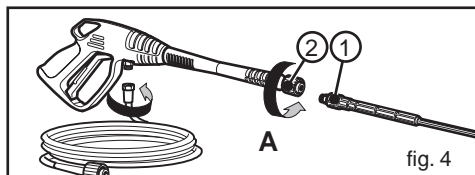

fig. 4
Per montare la lancia sulla pistola è sufficiente inserire l'estremità filettata della lancia (fig. 6a-6b pos. 1) nel foro presente sulla pistola (fig. 4 pos. 2), avvitare la lancia come indicato dalla freccia (A) fino a raggiungere il completo accoppiamento (vedi fig.4).